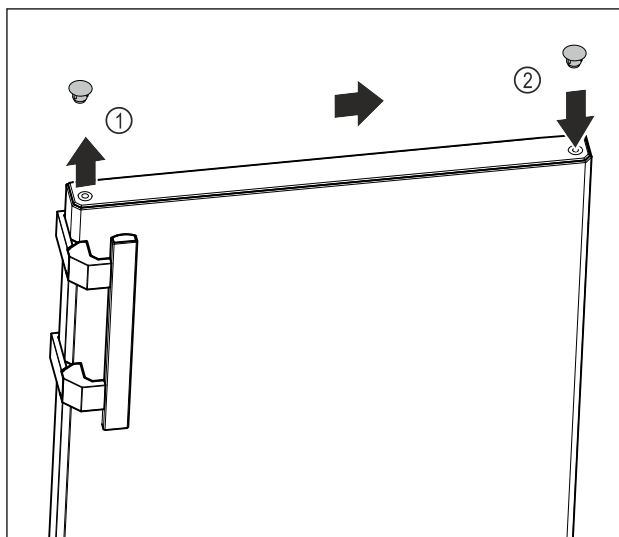

Fig. 9
- ▶ Løft dekselpluggen til dørens overside Fig. 9 (1) forsiktig med skrutrekker.
- ▶ Sett inn dekselpluggen på motsatt side. Fig. 9 (2)